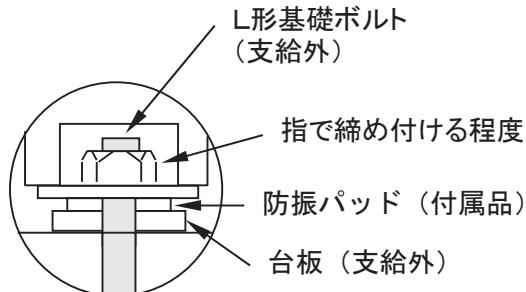

図2-4 防振パッド取付要領
- ⑤ 据付の際は図2-4に示すように、基礎の上に付属の防振パッドを取り付け、その上にユニットを据付けて下さい。基礎ボルトのナットは指で締付ける程度で充分です。